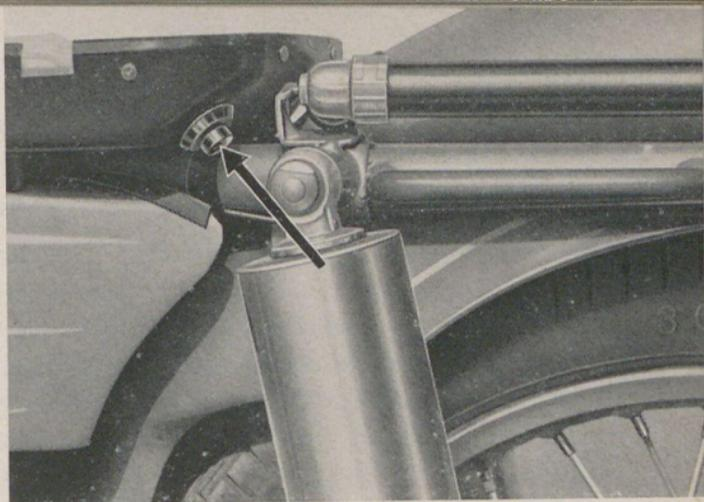

Bild 7
(liegt unterhalb der Sitzbank, siehe Bild 7)
b) Starten mit Elektrostarter (Bild 7)